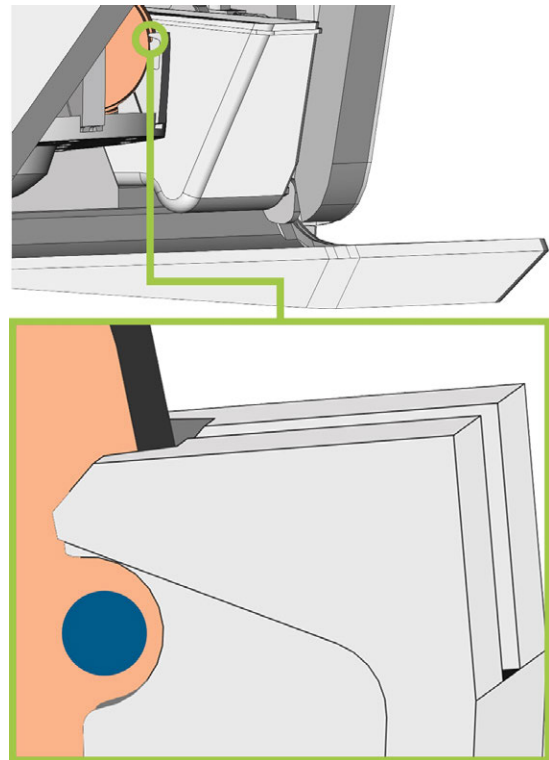

FIG. 55 LA MARCATURA PER IL RIMONTAGGIO (CERCHIO BLU) SI TROVA NELL'APERTURA DELLA LEVA DI SERRAGGIO
10. Dischi: se il disco è stato contrassegnato per il rimontaggio, girarlo leggermente finché il segno non si trova nell'apertura corrispondente della leva di serraggio (↗ Fig. 55 sotto).